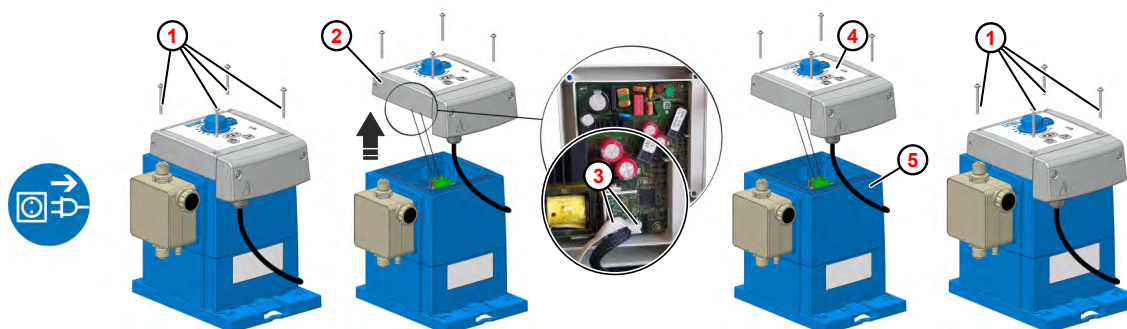

Fig. 18: Udskiftning af styreenhed
- ① Fastgørelsesskrue
- ② Styreenhed
- ③ Stik
- ④ Styreenhed (ny)
- ⑤ Pumpehus
2. ➤ Løsn fastgørelsesskruerne (Fig. 18 , ①) på styreenheden ② .